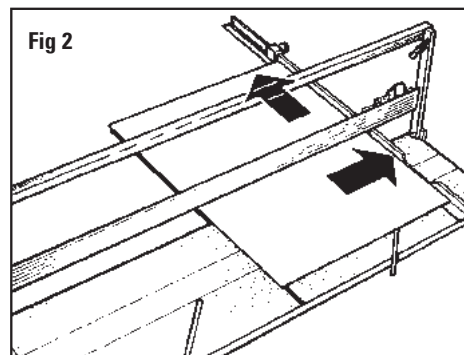

Fig 2
2. Heben Sie die Schneidschiene mit dem Griff an und schieben Sie den Passepartoutkarton darunter. Schieben Sie den Karton bis an den Anschlagstopp fest an den Anschlagarm. Abb. 2
2. Eleve la barra de corte y deslice el tablero de lámina perimétrica a lo largo del brazo de escuadra hasta que haga contacto con el tope del brazo de escuadra. Fig. 2
2. Sollevare la barra di taglio e far scorrere il cartoncino lungo il braccio di squadatura finché non tocchi l'arresto del braccio di squadatura. Fig. 2
4. Abaissez le guide rail avec la poignée. Avec un crayon, tracez une ligne au dos du passe-partout en vous servant du rail parallèle comme règle. Recommencez pour les trois autres côtés du passe-partout. Fig. 2